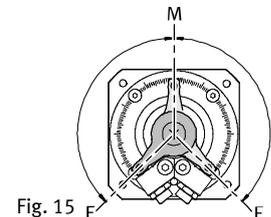

Fig. 15
5. Utiliser de préférence des réglages angulaires symétriques par rapport à l'axe de symétrie M du DSM (Fig. 15).